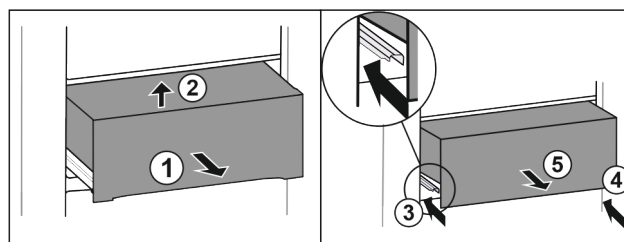

Fig. 30
- ▶ Вытяните выдвижной ящик наполовину Fig. 30 (1).
- ▶ Приподнимите спереди Fig. 30 (2).
- ▶ Вставьте левую направляющую Fig. 30 (3).
- ▶ Вставьте правую направляющую Fig. 30 (4).
- ▶ Извлеките выдвижной ящик движением вперед Fig. 30 (5).